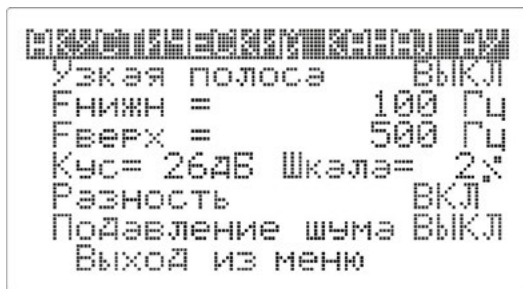

Рисунок 9
4.8.2. Экран меню канала «АУ» — **Рис. 9.**